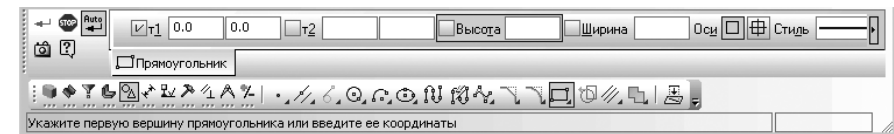

Рис. 3.50. Панель свойств: Прямоугольник, Компактная панель и строка сообщений
- щелкните в панели инструментов по кнопке **Прямоугольник**. Появится **Панель свойств: Прямоугольник** (рис. 3.50).